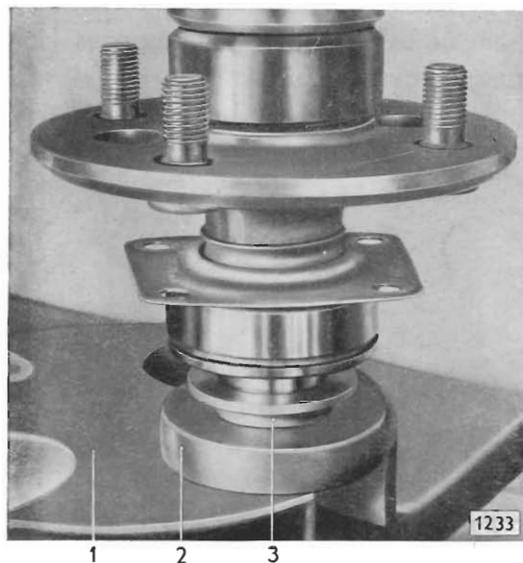

Bild 19 - Haltering für Kugellager aufpressen
7. Haltering (19/3) – mit Bund (20/7) zum Kugellager – mit Aufpreßring (19/2) auf Wellenschaft aufpressen (Bild 19). Beim Aufpressen des Halteringes muß die abgesetzte